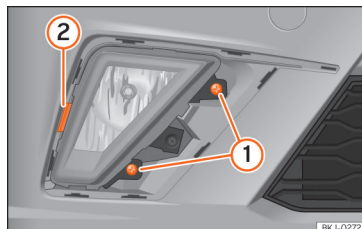

Abb. 53 Nebelscheinwerfer: Lampenhalter ausbauen
- Entfernen Sie die beiden Schrauben »» Abb. 53 ① und lösen Sie den Klipp ② mit einer Hebelbewegung heraus, um den Nebelscheinwerfer herauszunehmen.